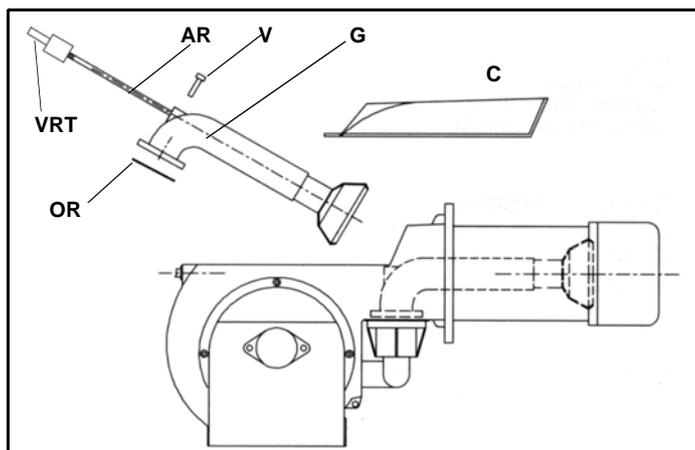

Fig. 26
- Smontaggio esame e pulizia testa di combustione (vedi Fig. 26)